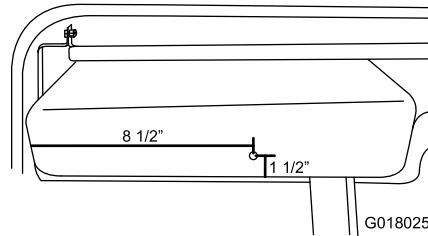

Figura 21
1. Praticate un foro (5/16") nel vano portaoggetti a una distanza di 216 mm a sinistra e 38 mm dal fondo (Figura 21).